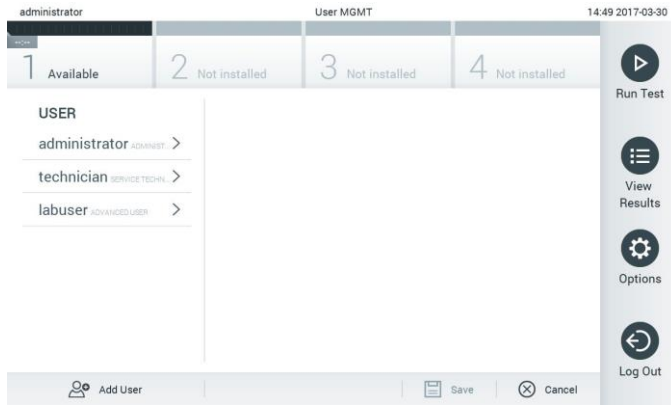

图 47. User Management (用户管理) 屏幕。
1. 按下 Options (选项) 按钮，然后按下 User Management (用户管理) 按钮来配置用户。显示屏的内容区域会出现 User Management (用户管理) 屏幕 (图 47)。